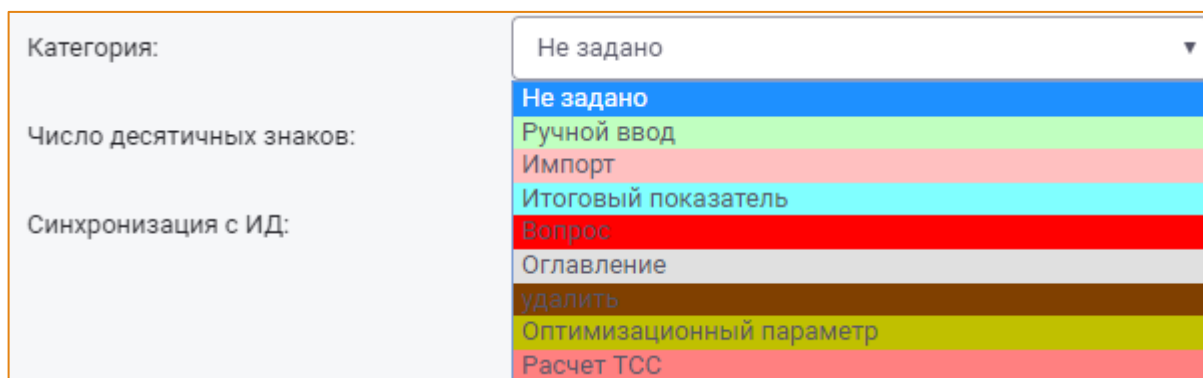

Рис. 44 – Список категорий параметра
- **Категория** - поле предназначено для выделения параметра цветом в общем списке параметров. Поле не является обязательным для заполнения. Чтобы назначить параметру категорию, необходимо выбрать требуемую категорию из раскрывающегося списка поля (Рис. 44).